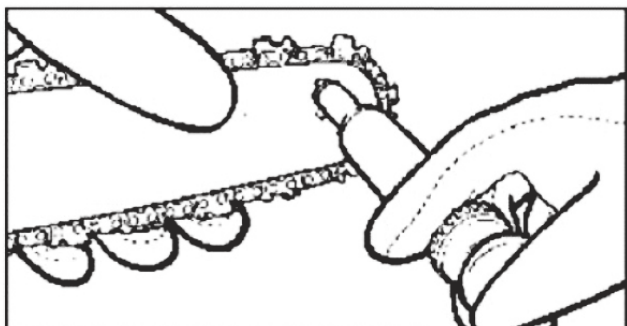

Fig.6
3. Utilizzando una pistola per lubrificazione usa e getta, inserire la punta dell'ago nel foro di lubrificazione e iniettare il grasso finché non appare sul bordo esterno della punta del pignone (Fig.6).